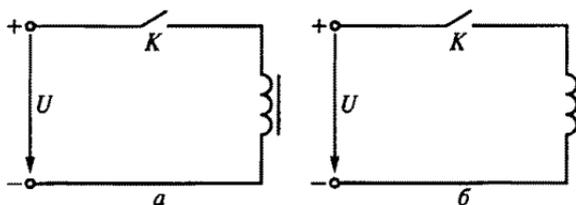

Рис. 47
2.20. Магнитный поток какой катушки, подключенной к источнику постоянного напряжения, быстрее достигнет установившегося значения: с ферромагнитным сердечником (рис. 47, а) или без него (рис. 47, б)?